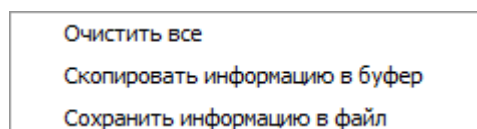

Рис. 145
16.5.4. Окно имеет контекстное меню (рис. 145).